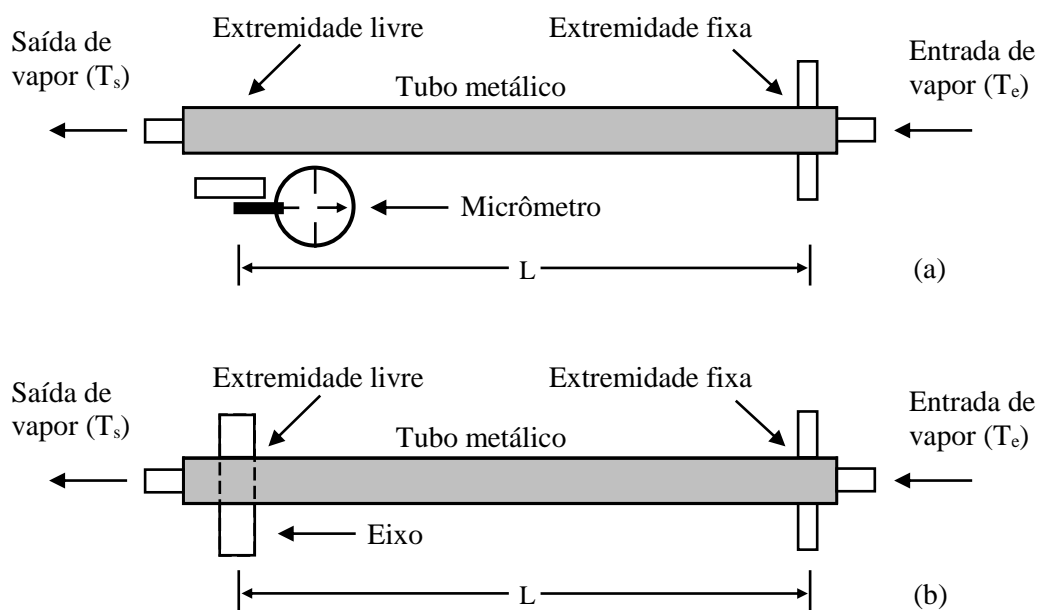

Figura 3: montagem do experimento (a) usando o micrômetro e (b) o deslocamento angular de um eixo.
Na montagem utilizada (figura 3), um tubo metálico tem uma extremidade fixa e outra livre, cujo avanço pode ser medido diretamente por um micrômetro (figura 3a) ou indiretamente através do deslocamento angular de um eixo (figura 3b).
- 3) Para a montagem da figura 3(a) anote o valor inicial marcado pelo micrômetro. Para a montagem da figura 3(b) anote o ângulo inicial no mostrador.
- 4) Meça o comprimento do tubo à temperatura ambiente. Para a montagem da figura 3(a) o comprimento é medido da extremidade fixa ao suporte em contato com o micrômetro. Para a montagem da figura 3(b) o comprimento é medido da extremidade fixa até o meio do eixo usado para medida do deslocamento angular.
- 7) Espere alguns minutos até que a leitura do micrômetro ou de ângulo estabilize e meça a temperatura  $T_s$  do vapor na saída do tubo. A temperatura  $T_v$  do vapor é considerada como a média entre esta medida e a realizada no item 5.